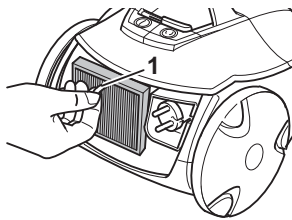

Abb. 24
3. Ziehen Sie den Ausblasfilter am Band (Abb. 24/1) heraus.